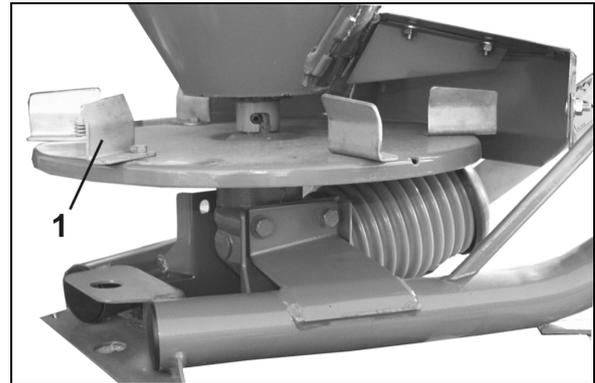
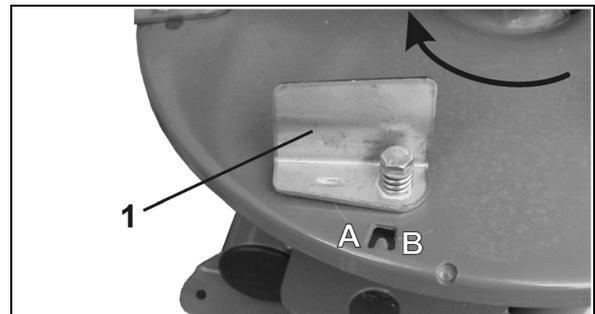

Fig. 13
Fig. 14
Las paletas esparcidoras pueden colocarse en dos posiciones (Fig. 13, Fig. 14).
- Tres paletas esparcidoras con resorte tensor para el ajuste manual (Fig. 13/1).
1. Tres paletas esparcidoras que se gradúan aflojando la unión roscada (Fig. 14/1).